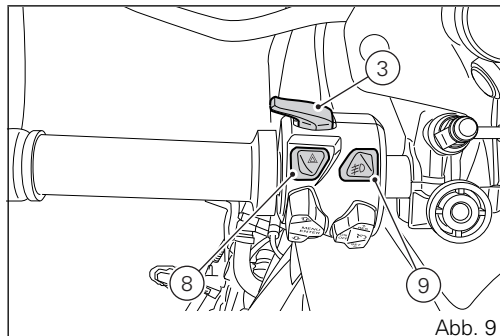

Abb. 9
3) LICHTEREIN- UND UMSCHALTTASTE (FERN-/ABBLENDLICHTER)(Abb. 9)